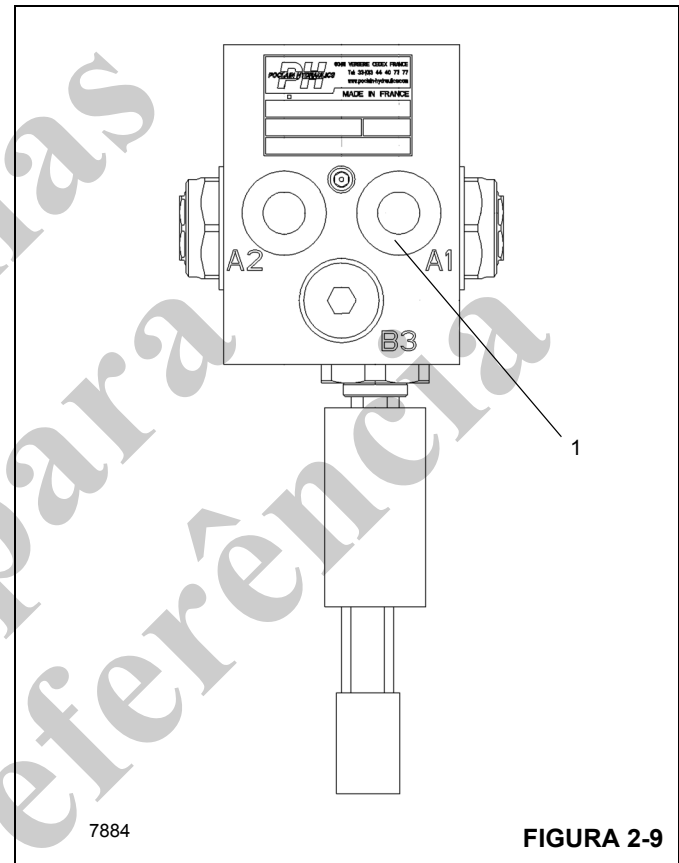

FIGURA 2-9
- Instale um manômetro no orifício de teste de pressão "A1" da válvula de carga do acumulador duplo do freio de serviço (1, Figura 2-9).